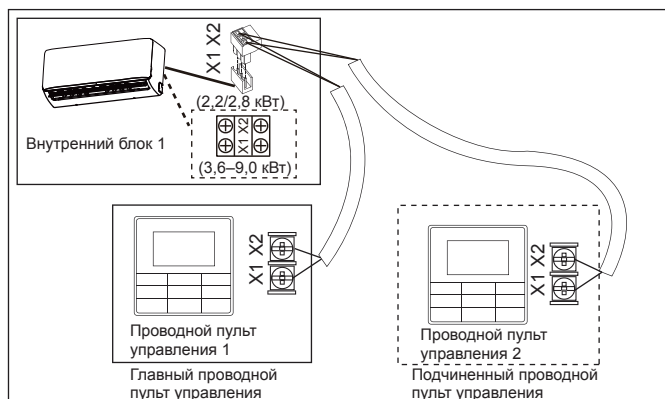

Рисунок 6.7
- Используйте один проводной пульт управления для управления одним внутренним блоком или два проводных пульта управления (один главный и один подчиненный пульт) для управления одним внутренним блоком (см. рисунок 6.7).